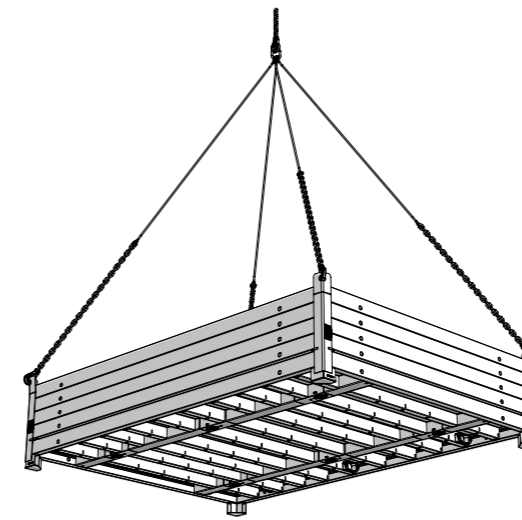

Fig. 6
Insérez un angle d'empilement 60/40/23 sur chaque angle du panneau de coffrage vertical : le panneau doit reposer sur le support ④ face coffrante vers le haut (Fig. 6). Cela permet de préserver la peau coffrante quand la